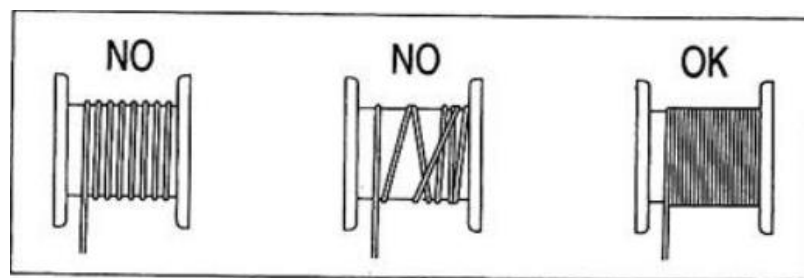

Рис. 3
3. Если проволочный трос поврежден во время эксплуатации и нуждается в замене или вы предпочитаете использовать собственный проволочный трос, убедитесь, что диаметр, коэффициент надежности и другие требования соответствуют стандартам сертификации производителя. (Способ намотки троса показан на Рис. 3)